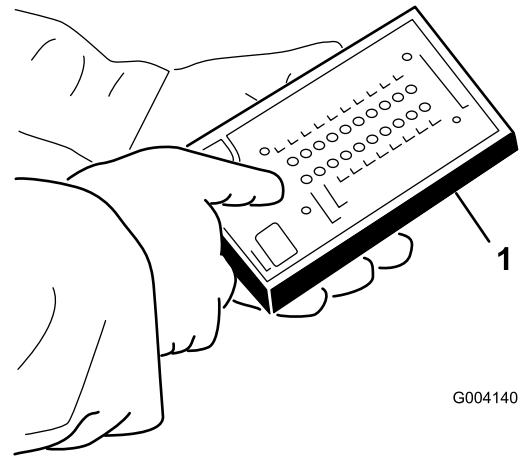

Figura 49
5. Conecte el conector de la pantalla diagnóstica ACE al conector del arnés (Figura 49).